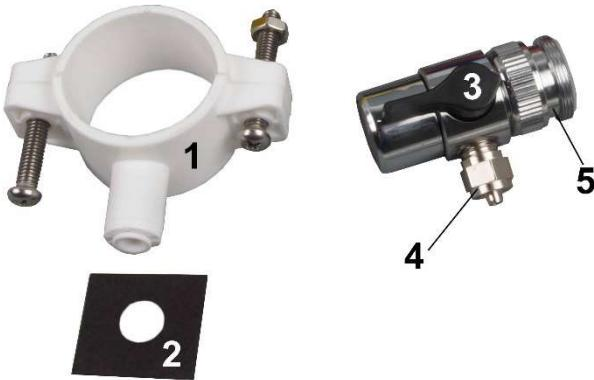

Abb. 2:
1. Schließen Sie den Wasserhahnanschluss an einen geeigneten Wasserhahn an, ggfs. ist ein Adapterstück zwischenzuschalten [ein Adapter (Abb. 2, Nr. 5) im Lieferumfang enthalten]. Vom Wasserhahnanschluss (Abb. 2, Nr. 4) geht man mit einem Stück Schlauch zum Leitungswasserzulauf der Anlage. Mit Hilfe des Hahns (Abb. 2, Nr. 3) kann zwischen Leitungswasserentnahme und Betrieb der Osmoseanlage umgeschaltet werden.
2. Schließen Sie den Abwasserschlauch (Abb. 1, Nr. 14) an. Mit Hilfe der beiliegenden Schelle (Abb. 2, Nr. 1) kann der Abwasserschlauch auch direkt an ein passendes Abwasserrohr, in dem zuvor eine Bohrung von ca. 5 mm angebracht wurde, angeschlossen werden. Die quadratische Dichtung (Abb. 2, Nr. 2) kommt zwischen Schelle und Bohrung. Um die Gefahr einer Rückverkeimung durch Bakterien zu vermindern, empfiehlt es sich